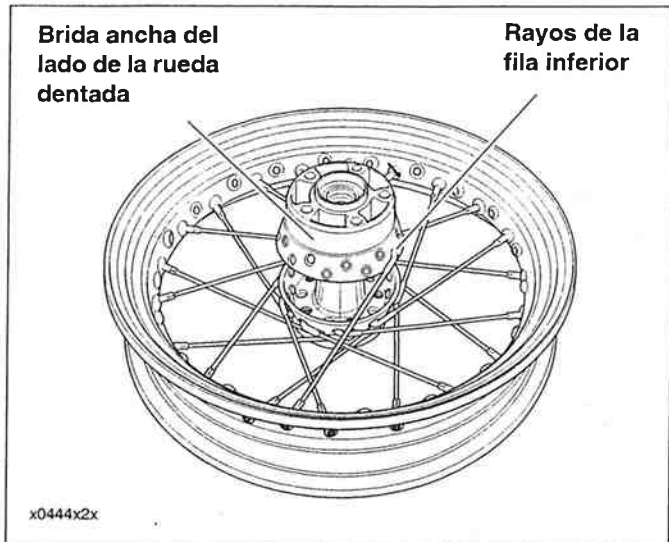

Figura 2-26.
6. Vea la Figura 2-26. Gire el conjunto de la rueda para que el lado de la rueda dentada (ancho) esté hacia arriba. Coloque cualquiera de los rayos de la fila inferior dentro del cubo. Coloque el rayo en ángulo hacia la derecha e insértelo en el agujero del aro, angulado para que encaje.